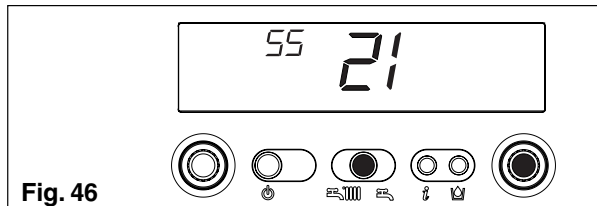

Fig. 46
- apasati ENTER pentru a confirma noua valoare. Cifrele nu mai clipeasc (fig. 46)